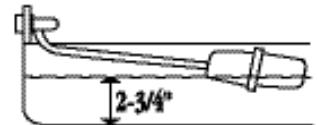

Figura 3
**Ajustando el nivel del agua.** Remítase a la Figura 3 y ajuste la altura del agua como se muestra, ajustando al flotador.